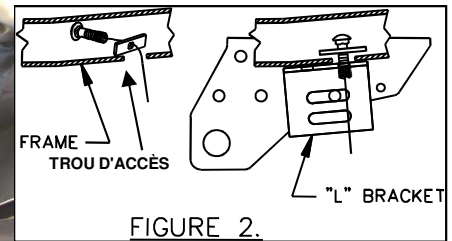

FIGURE 2.
7. Utiliser le fil de traction pour installer un boulon mécanique 7/16" (11mm) avec une plaque de boulon 1/4" (6mm) en passant par le trou d'accès au bas du cadre. Ensuite retirer le boulon mécanique par le trou d'accès, celui-ci sera utilisé pour installer le support en "L". (Voir figure 2).